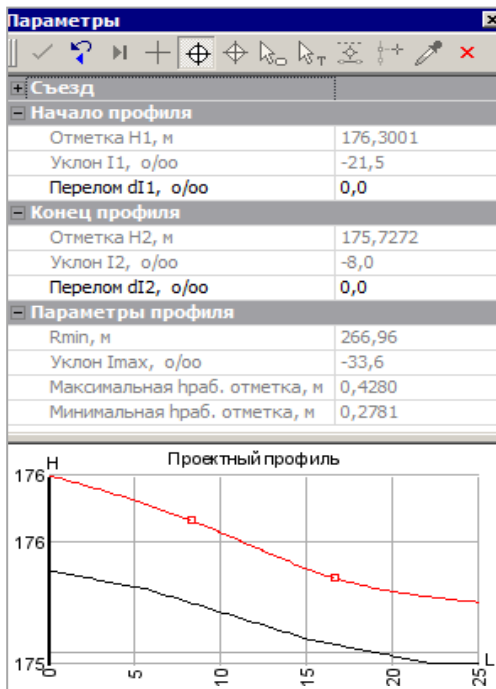

Рис. 26.45
можно менять значения переломов уклонов в начале и в конце закругления (рис. 26.45).
**релом dI1, ‰** и **Перелом dI2, ‰** значения обнуляются (рис. 26.45), т.е. в этих полях мы видим только добавленный уклон на момент редактирования, а не значения переломов в точках сопряжения КЗ с кромками дорог. Оценивать профиль можно по параметрам **Уклон I1**, **Уклон I2**, **R min** и **Уклон Imax** (рис. 26.45).